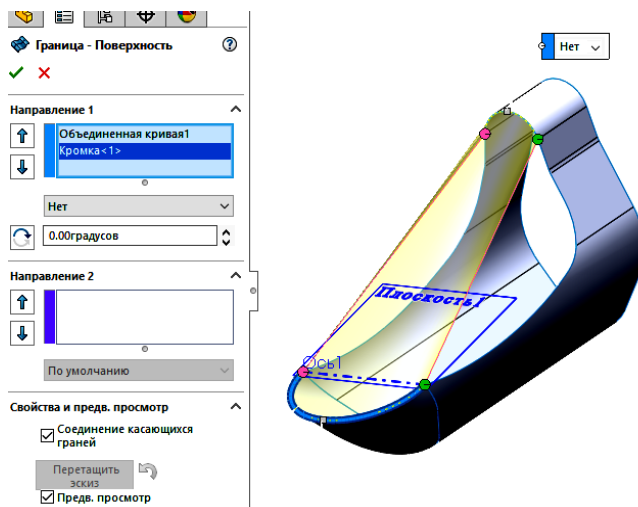
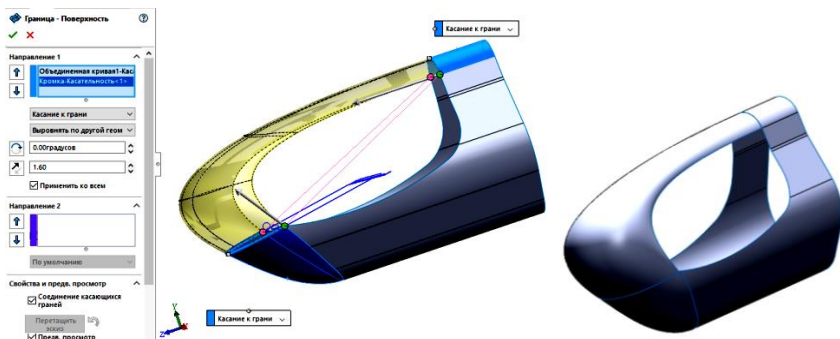

Рис.21. Попередній вигляд поверхні
Рис.22. Остаточные наладки поверхности и результат
8. За допомогою інструменту *Поверхня границі* створюємо ще одну поверхню, для чого, знову вибираємо попередню дугу і верхню дугу. Якщо отримується перевернута поверхня, треба натиснути праву клавішу миші та в контекстному меню вибрати рядок *Переставити з'єднувачі*. Первинно отримується результат як на Рис.21. Для продовження побудови поверхні задаємо за допомогою *Управління кривизною* потрібну привізну. Для верхньої кривої вказуємо дотичність до грані і довжину дотичності - 2,9. Для нижньої дуги вказуємо теж дотичність, але з довжиною 1,6 (Рис.22).